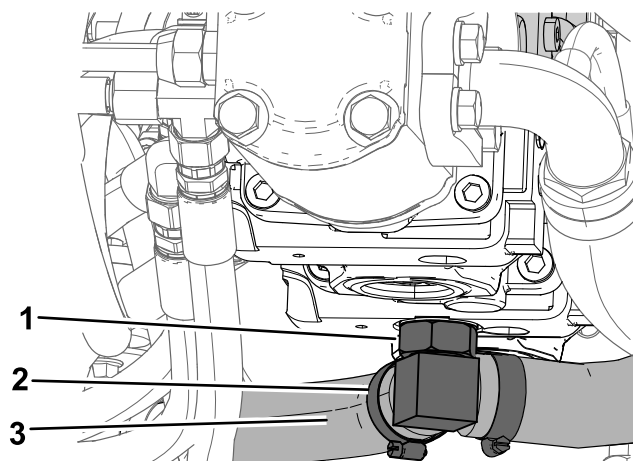

Рисунок 16
5. Ослабьте 2 шланговых хомута и отсоедините шланги от штуцеров (Рисунок 16).
7. Используйте воротковый ключ на 1¼ дюйма или ключ с открытым зевом, чтобы ослабить гайку на штуцере, показанную на Рисунок 16.
11. Поверните штуцер в исходное положение (Рисунок 16). Затяните гайку с моментом от 182 до 222 Н·м.
12. Подсоедините шланги и установите шланговые хомуты (Рисунок 16).